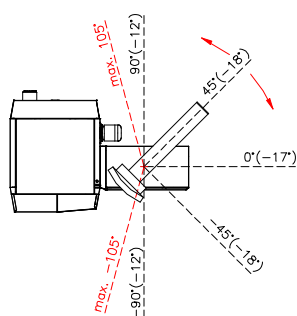
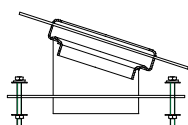

Fig. 2
Fig. 3
2. Si osservi che la coclea di estrazione è montata a destra della caldaia e può essere ruotata solo come visibile nella fig. 2 di circa 90° in avanti o indietro.
3. Il deposito deve trovarsi leggermente più in basso rispetto al vano combustione. Le inclinazioni possibili massime della coclea di estrazione sono riportate con i valori tra parentesi in fig. 2. Con la prolunga del pozzo di caduta disponibile come optional, vedi fig. 3, è possibile ottenere un'inclinazione fino a 18°.